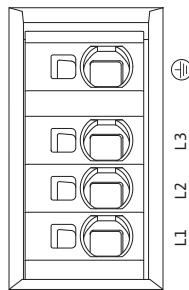

Fig. 31: Силовые клеммы (сетевые соединительные клеммы)
- Силовые клеммы (сетевые соединительные клеммы) (рис. 31)